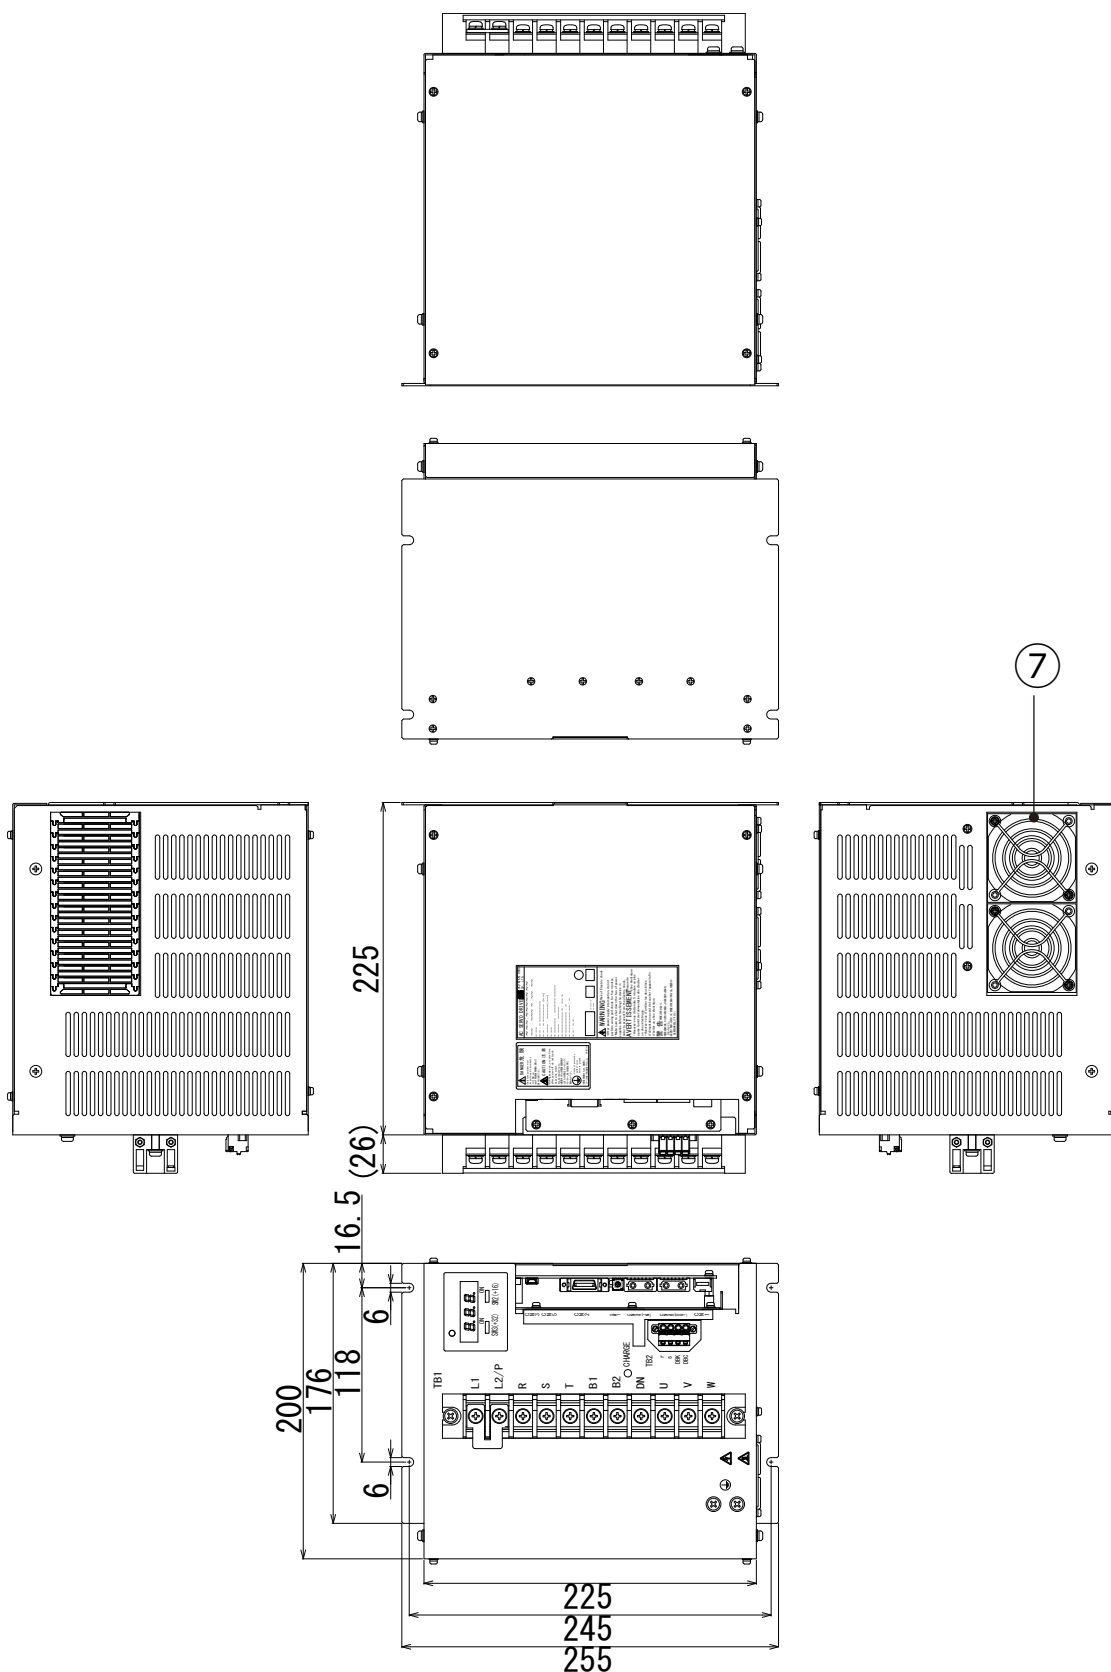

図12-9 7kW装置本体外形図(Type5)
| ⑦ | FAN | 空冷用ファン「図 12-9 7kW 装置本体外形図 (Type5)」参照 | |